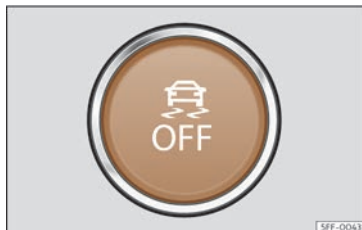

Fig. 124 Dans la partie inférieure de la console centrale : touche d'activation/désactivation de l'ESC.
- Le TCS peut être désactivé et activé par pulsion brève du bouton  de la console centrale >>> **fig. 124**.
- L'ESC en mode « Sport » peut être désactivé et activé par pulsion brève du bouton  de la console centrale >>> **fig. 124**.
- L'ESC peut être désactivé et activé par pulsion longue du bouton  de la console centrale >>> **fig. 124**.